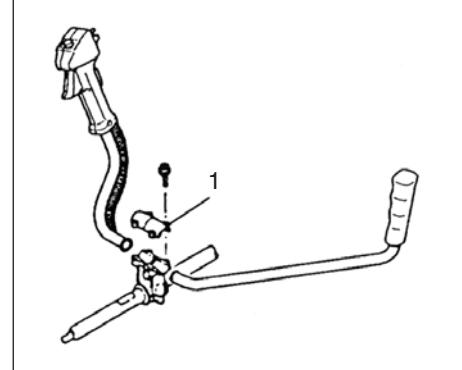

Fig. 1-2
Anbringung des Handgriffes (Fig. 1-2)
Den Griffhalter (1) von der Einheit abnehmen. (Fig. 1-2) Die Griffe ansetzen und den Griffhalter mit den vier Schrauben leicht befestigen. Den Winkel je nach Bedarf ausrichten. Dann die Schrauben festziehen.